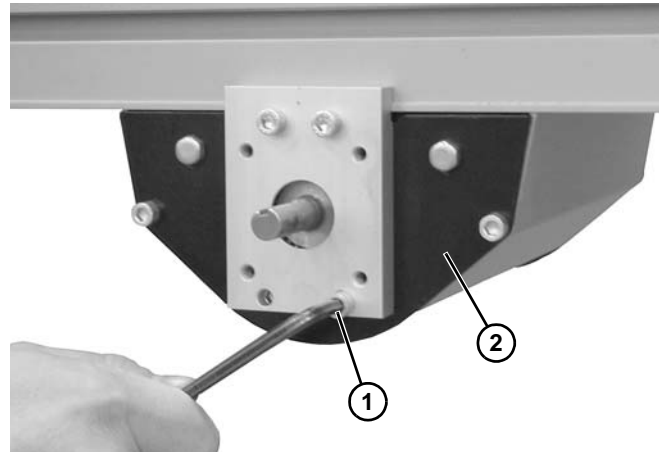

Figura 52
2. Quite el tornillo (**Figura 52, artículo 1**) de cada lado del conjunto tipo Mid Drive (**Figura 52, artículo 2**).